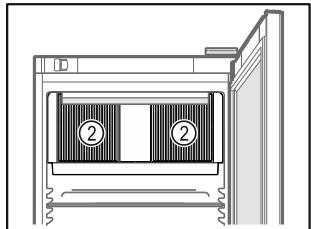

Fig. 61
- Lüftungsschlüsse Fig. 61 (2) des Umluftgebläses im Innenraum freihalten.